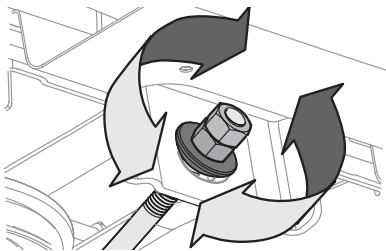

Figura 38
- Para **elevar** el frente de la plataforma, afloje la tuerca exterior y luego apriete (rosca hacia adentro) la tuerca contra el soporte de suspensión delantera. Consulte la Figura 38. Cuando se logre el torque correcto, vuelva a apretar la tuerca exterior hasta 25-30 pies-libras (34-40.7 N·m).
- Para **bajar** el frente de la plataforma, afloje la tuerca exterior y luego afloje (rosca hacia afuera) la tuerca interior, alejándola del soporte de suspensión delantera. Consulte la Figura 38. Cuando se logre el ajuste correcto, vuelva a apretar la tuerca exterior.